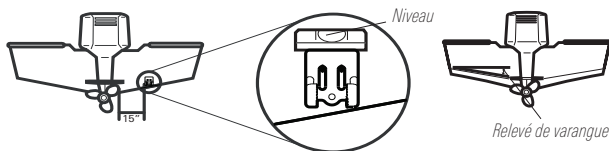

Figure 12
**REMARQUE :** La forme hydrodynamique du transducteur lui permet de pointer directement vers le bas, sans qu'il soit nécessaire de régler l'angle de relevé de varangue. (Figure 12)